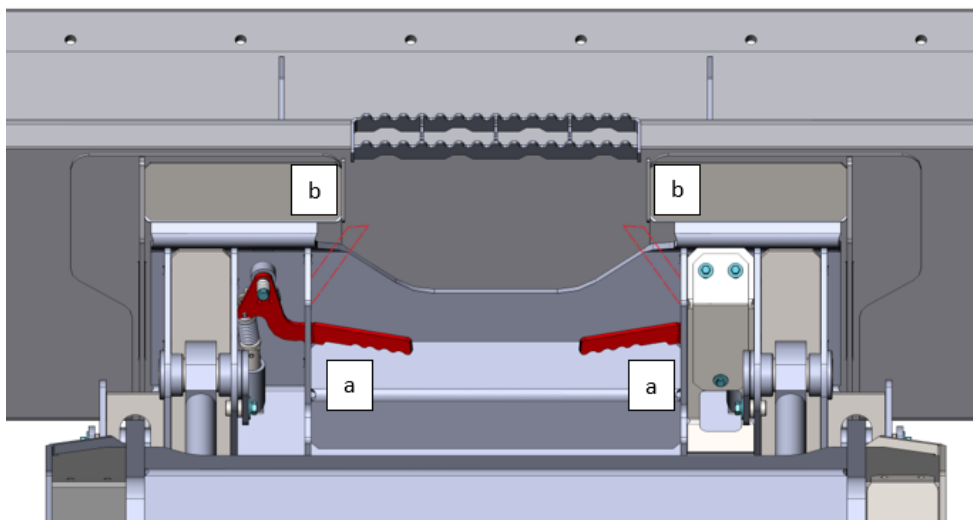

Рисунок 3.78. Монтаж навесного оборудования
- ▶ Ввести в зацепление стрелу и навесное оборудование путем установки рычагов из положения **b** в положение **a**, как показано на рис. 3.78.